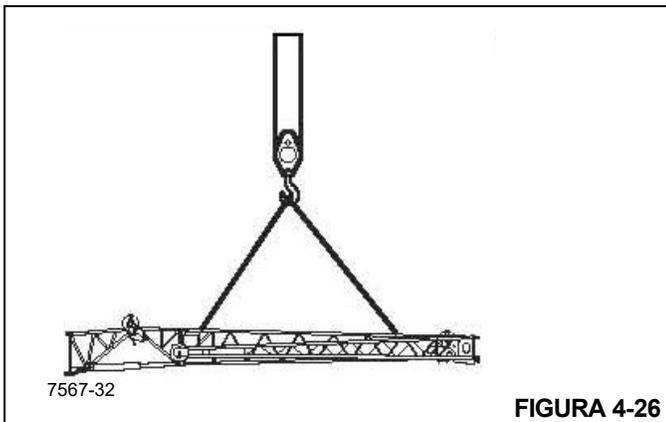

FIGURA 4-26
5. Utilizando una eslinga fijada a una grúa auxiliar, eleve la extensión delante de la pluma principal (Figura 4-26).